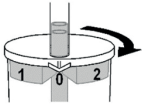

Abb. 2
3. Per un'aspirazione normale, ruotare il barattolo fino a che la freccia sul coperchio punta su una posizione aperta ("0") (Fig. 2)